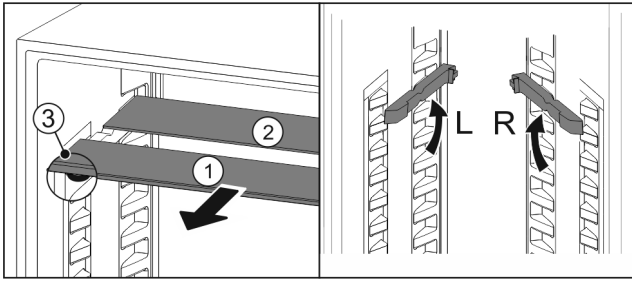

Fig. 37
- ▶ Retire Fig. 37 (1) las planchas de cristal individualmente hacia adelante.
- ▷ La placa de vidrio Fig. 37 (1) con tira decorativa se encuentra en la parte delantera.
- ▷ Los topes Fig. 37 (3) apuntan hacia abajo.